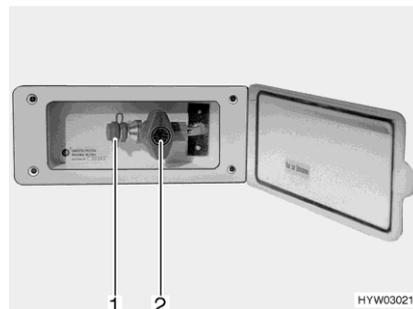

Bild 133 Externer Gasanschluss
- Externes Gasgerät an der Anschluss-Stelle (Bild 133,1) anschließen.
- Das Gasabsperrentil (Bild 133,2) öffnen.